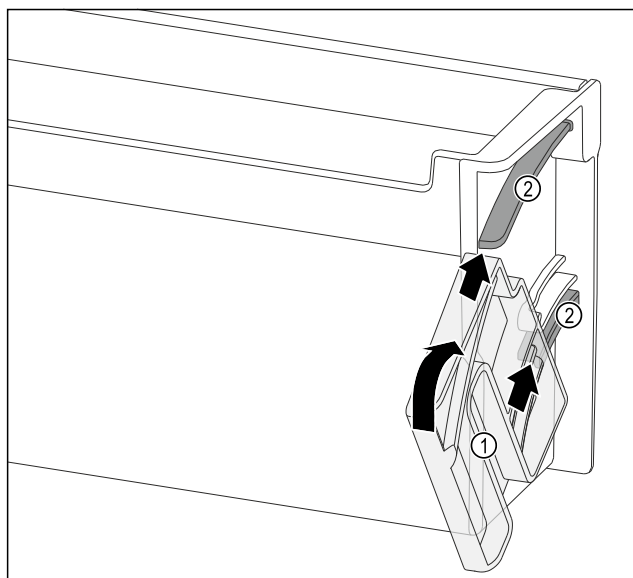

Fig. 116
- ▶ Umieścić pokrętło Fig. 116 (1) w taki sposób, aby zagłębienia znajdowały się naprzeciw kanałów prowadzących Fig. 116 (2) półki w drzwiach.
- ▶ Obrócić pokrętło Fig. 116 (1) w podanym kierunku.